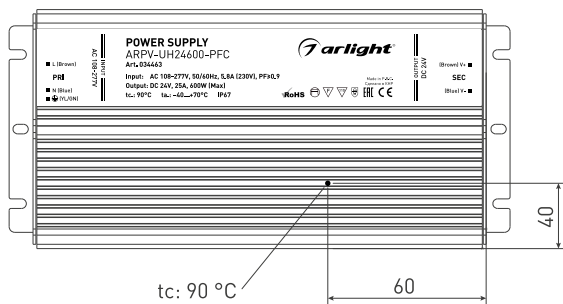

Рисунок 1. Расположение точки контроля температуры T_c
- 3.9. Проверьте температуру корпуса источника питания. Максимальная температура корпуса источника в установившемся режиме не должна превышать T_c (рисунок 1). Если температура корпуса выше, необходимо уменьшить нагрузку, обеспечить лучшую вентиляцию или использовать более мощный источник питания.